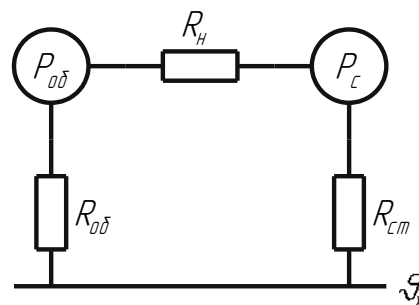

рис. 5
5. Определить температуру обмотки $\theta_{об}$ и температуру стали сердечника якоря $\theta_я$ по схеме замещения (рис.5), если известны следующие параметры: